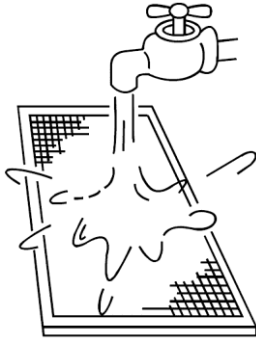

Fig. 9-4
- Durante la pulizia con l'acqua il lato con il quale si aspira l'aria dovrebbe rivolto verso il basso. (Vedere fig. 9-4.)